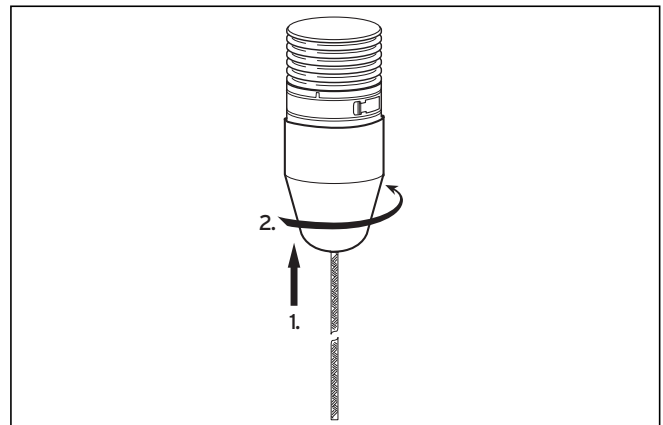

Рис. 5.27 Крепление монтажного устройства
- Закрепите монтажное устройство на вставном элементе (см. рис. 5.27). Ни в коем случае не пытайтесь протянуть гибкий дымоход через шахту без монтажного устройства!